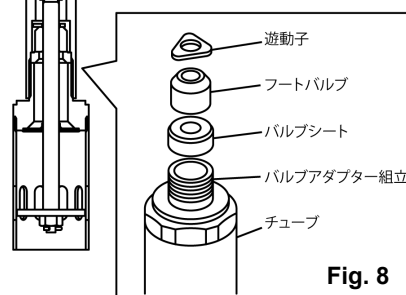

Fig. 8
- 6) 下ポンプのシリンダー部分をバイスに固定し、バルブアダプター組立にスパナを掛けてねじ戻し取り外し、バルブシート、フートバルブ、遊動子を取り出してください。(Fig. 8)